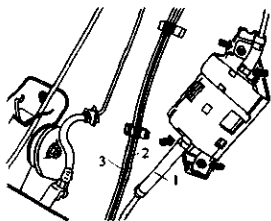

图 2-100 旋松滤清器托架紧固螺栓
1) 松开车辆底部燃油滤清器托架紧固螺栓(如图 2-100 箭头所指), 取下燃油滤清器托架。